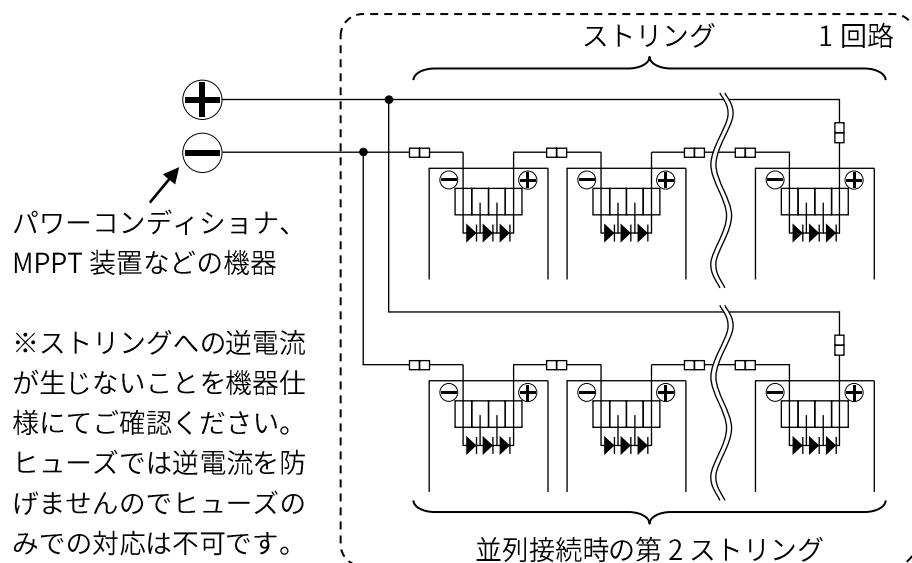

図 11. 2本のストリングを並列接続する場合
### ① 2 本のストリングを並列接続する場合（図 11）；